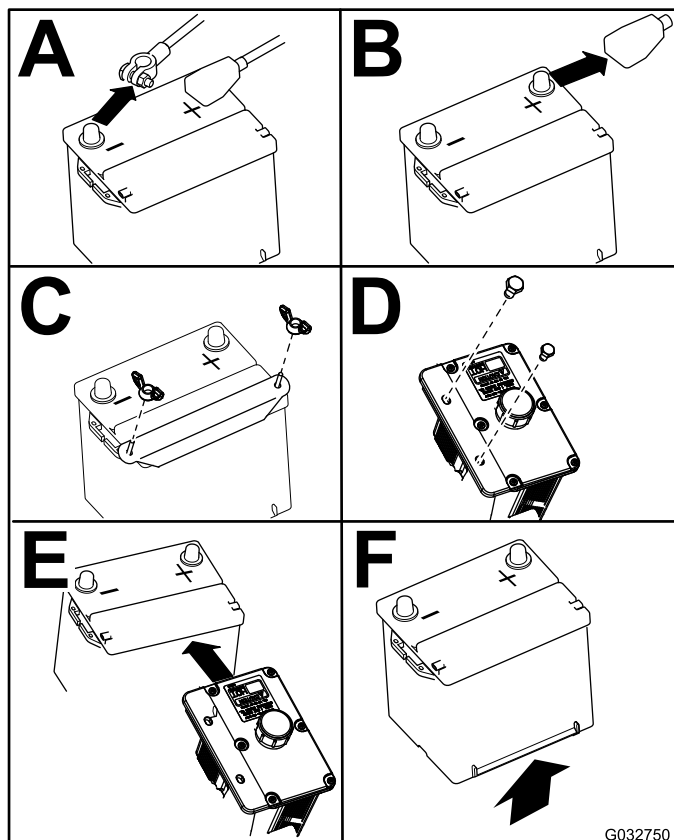

Figura 72
4. Retire la batería según se muestra en la Figura 72.